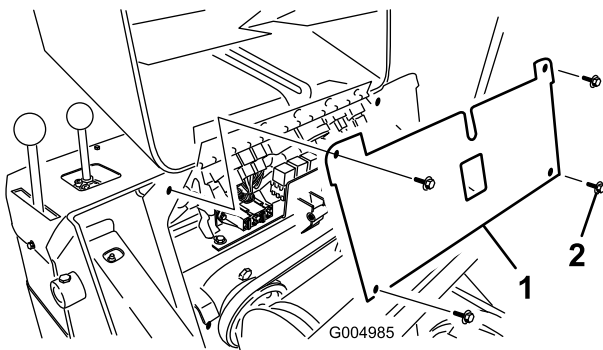

Figure 42
- Retirez les 4 vis de fixation du panneau de fusibles et tirez le panneau vers vous puis vers le haut pour le déposer (Figure 42).